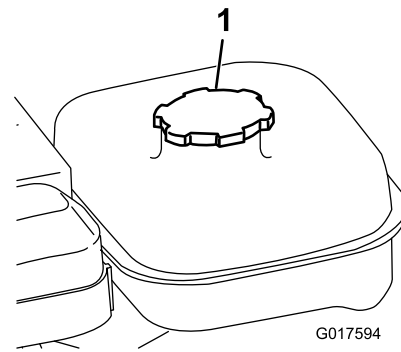

Figura 21
1. Limpie la zona alrededor del tapón del depósito de combustible y retire el tapón del depósito (Figura 21). Llene el depósito de combustible sin sobrepasar el borde inferior del filtro.